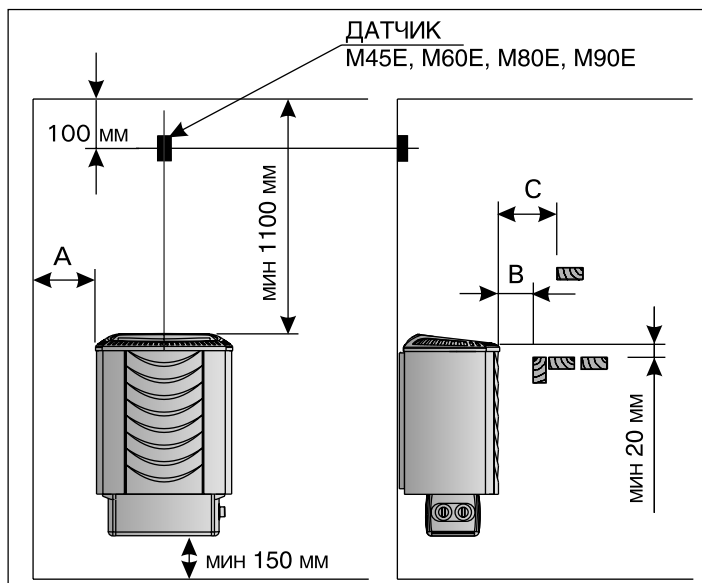
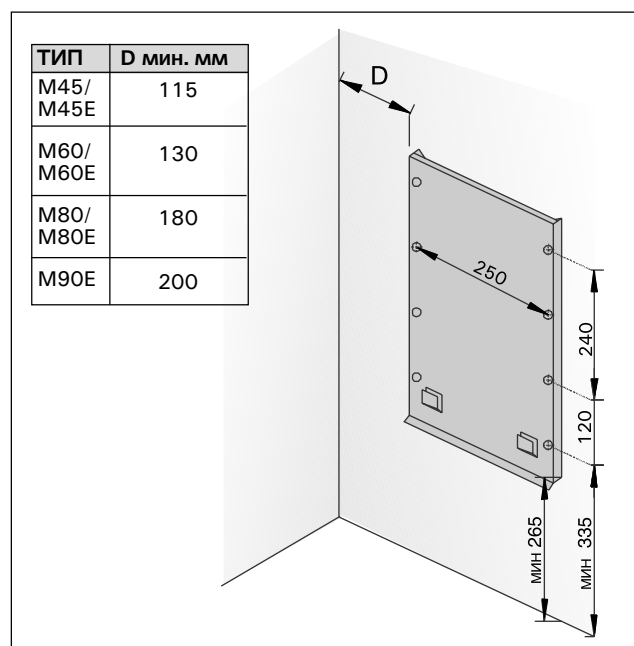

Рисунок 5. Расстояния безопасности
Рисунок 8. Установка крепёжной рамы
- При расположении каменки выполняются условия минимальных расстояний, изображенных на рис. 5 и указанных в таблице 1.
1. С помощью прилагаемых шурупов прикрепите к стене монтажную раму, соблюдая минимальные расстояния, указанные в таблице 1 и на рис. 5. Установка рамы изображена на рис. 8.
При установке защитного ограждения вокруг каменки следует соблюдать расстояния, указанные на рис. 5. и в. табл. 1.
Пульт управления устанавливается в сухом месте на высоте около 170 см. К пульту приложены более детальные инструкции по его креплению к стене. Датчик температуры устанавливается на стене сауны над каменкой на средней линии ширины каменки на расстоянии 100 мм от потолка. См. рис. 5.